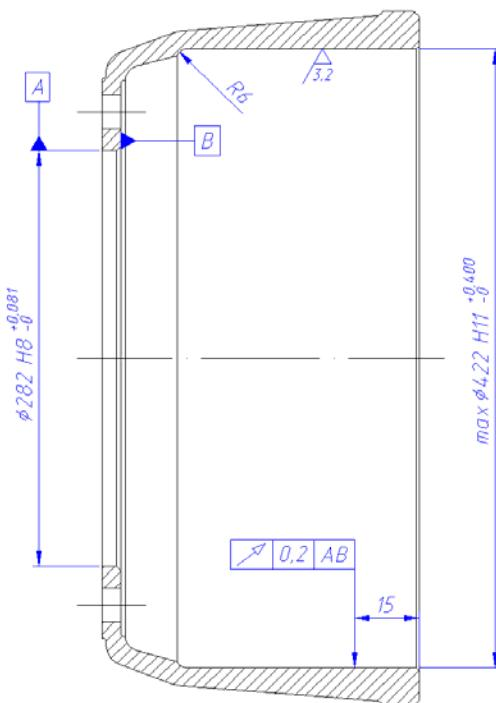

Рис. 5. Размеры для обработывания барабана на токарном станке
Если нужно обрабатывание внутреннего диаметра тормозных барабанов на токарном станке (поверхность трения тормозных накладок), изготовитель позволяет следующие допустимые размеры и условия обработывания (рис. 5):
2. Проверить исправность рабочих поверхностей ведущих полусей, шарнира и крестовин. В вилку внутреннего ведущего вала запрессовать на глубину примерно половины гнезда собранный подшипник. Крестовину одним шипом продеть в свободном отверстие в вилку вала и противолежащий шип вложить в предварительно частично запрессованный подшипник. Подшипник затем напрессовать на полную глубину вплоть до канавки под стопорным кольцам и фиксировать стопорными кольцами (6).
3. Запрессовать противолежащий подшипник. При сборке нужно выдержать осевой люфт каждого шипа в пределах 0,05 – 0,2 мм. Этот зазор обеспечивается путем выбора подшипников кардана (класс В или С) и применением приспособленных стопорных колец (6), которые ставятся в диапазоне толщины с 1,6 до 1,9 мм, через 0,1 мм так, чтобы разная толщины противолежащих колец не превышала 0,1 мм. После фиксации шипа стопорными кольцами проверяется как осевой люфт, так и подвижность шипа.
Внимание! При сборке крестовин нужно у шипа со смазочным отверстием вставить подшипник кардана с установленной пресс-масленкой (13) (рис. 5).